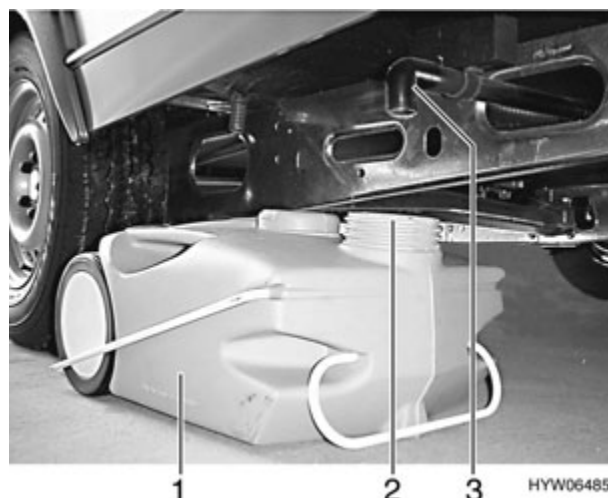

Fig. 19 Depósito de aguas residuales, con ruedas
El depósito de aguas residuales (Fig. 19,1) se guarda durante el viaje en la caja para bombonas de gas de la caravana. El tubo de salida (Fig. 19,3) se encuentra en el piso del vehículo, dirección de marcha, izquierda.
- Antes de utilizar la instalación de agua, situar la boca del depósito de aguas residuales (Fig. 19,2) debajo del tubo de salida.